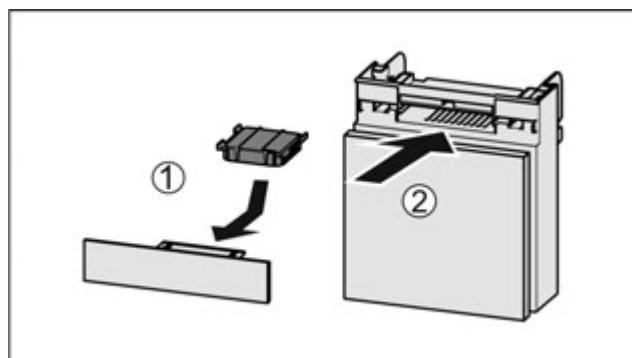

Fig. 102
- Вставити фільтр з активованого вугілля за малюнком Fig. 102 (1).
- Вставити відділення Fig. 102 (2).